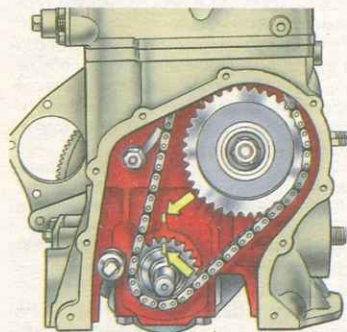

Рис. 3.17. Проверка совпадения установочной метки на звездочке коленчатого вала с меткой на блоке цилиндров
Поверните маховик так, чтобы метка на звездочке коленчатого вала совпала с меткой на блоке цилиндров (рис. 3.17).
- поверните коленчатый вал на два оборота в направлении вращения, чтобы обеспечить нужное натяжение цепи; проверьте совпадение меток на звездочках с метками на блоке цилиндров (рис. 3.17) и на корпусе подшипников (рис. 3.19);